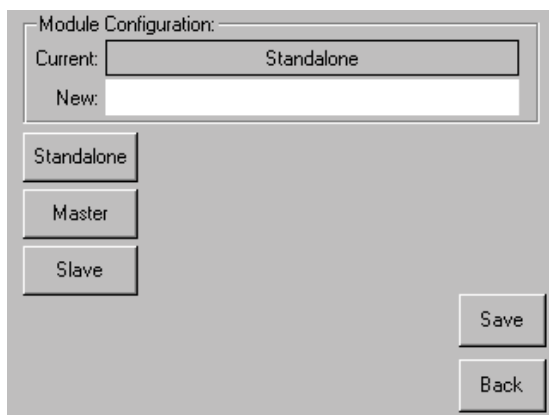

図3-4: [Module Configuration]画面
- [Module Configuration]メニュー オプションの横のボタンを押し、次に、[Master]ボタンを押します (図3-4を参照)。
5. [Module Configuration]メニュー オプションの横のボタンを押して、[Slave]ボタンを押します (図3-4を参照)。